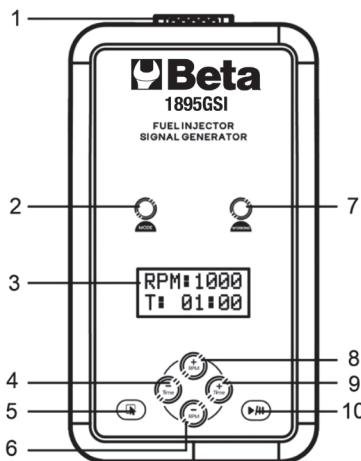

Fig. 1
- Sélectionner la vitesse de rotation simulée souhaitée en appuyant sur les boutons “+” (8 Fig. 1) et “-” (6 Fig. 1).
- Régler la durée du processus en appuyant sur les boutons “+” (9 Fig. 1) et “-” (4 Fig. 1).